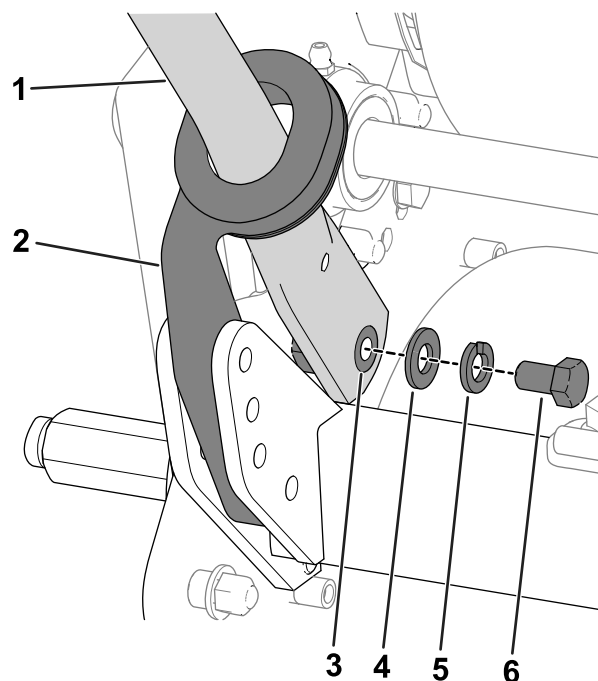

Figura 4
5. Fissate la stegola ai perni di montaggio con i bulloni (3/8"), le rondelle e le rondelle di bloccaggio rimosse in precedenza (Figura 4).
4. Premete verso l'interno le estremità della stegola e montatele sui perni di montaggio (Figura 4).